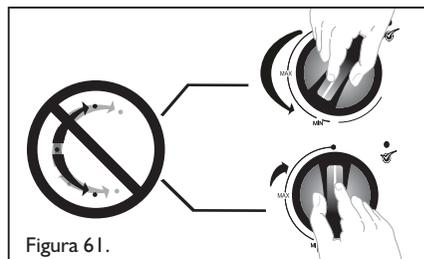

Figura 61.
- No haga fuerza a las perillas más allá del tope de ABIERTO y CERRADO. (Ver figura 61).